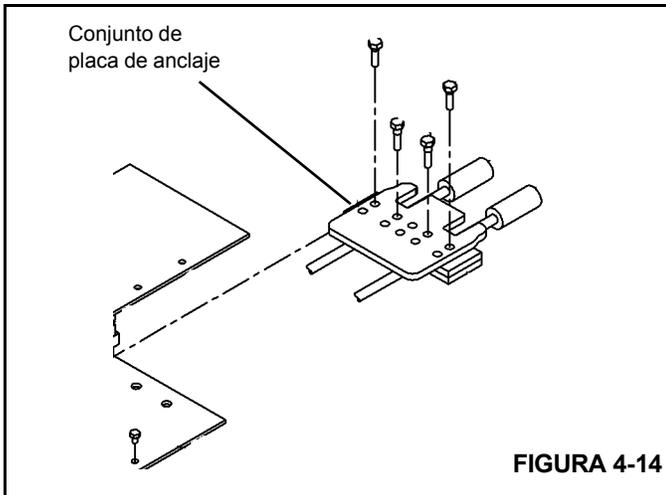

FIGURA 4-14
16. Instale el conjunto de anclaje, la placa y el cable de extensión (Figura 4-14).